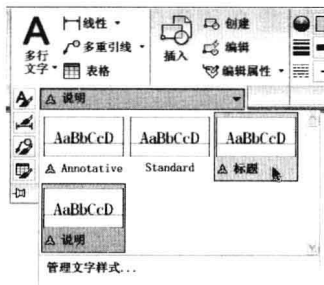

图 5-2-2
(2) 单击文字样式名称，在弹出的列表中可以选其他的文字样式，如图 5-2-2 所示。